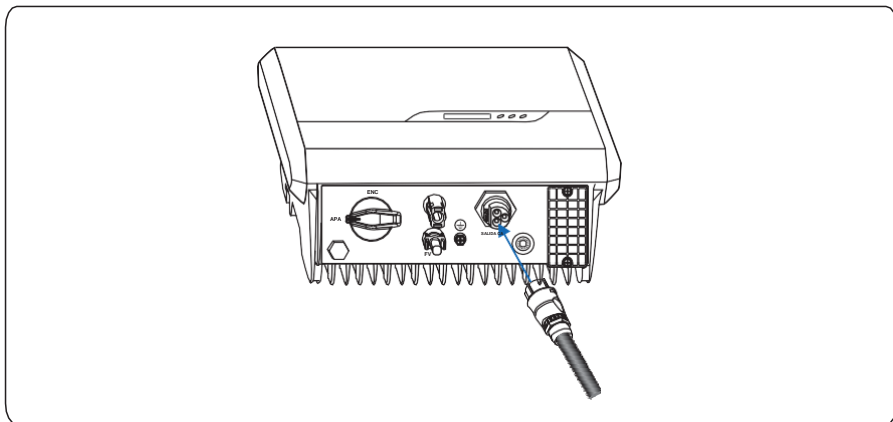

Figura 5.7 Conexión del conector de CA
Paso 3 Una vez realizado el cableado de la CA, ajuste el conector de CA en el terminal de CA del inversor y compruebe que esté bien conectado, tal como se ilustra en la figura 5.7.